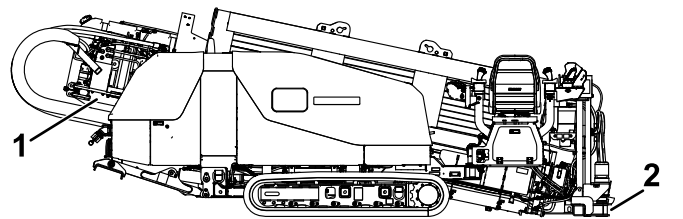

Рисунок 60
2. Переведите переключатель БУРЕНИЕ/НАСТРОЙКА в положение НАСТРОЙКА, опустите опорную раму, наклоняя раму буровой машины до тех пор, пока плита не коснется грунта (Рисунок 60).